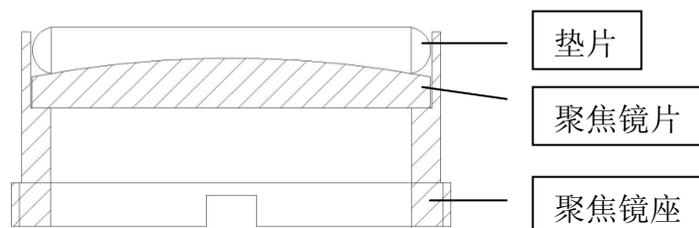

图 12
- 1、将镜片、垫片依次放入镜座，镜片反面（平面）朝镜座，正面（凸面）朝垫片，如图 12。